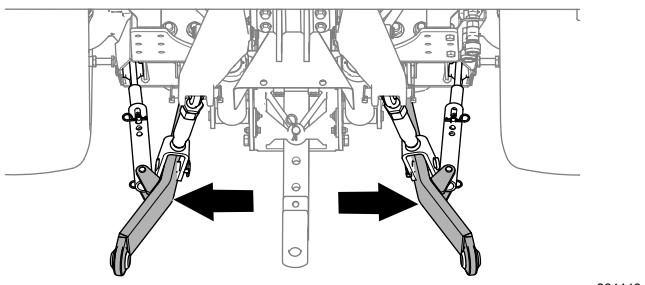

Рисунок 26
- Отрегулируйте рычаги стабилизатора (Рисунок 26) до упора по направлению наружу; см. Руководство оператора для буксирной машины.